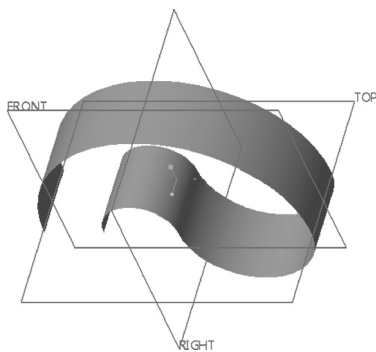

图 4-19 拉伸曲面
6) 在“拉伸”选项卡中单击 (特征预览) 按钮，并按〈Ctrl+D〉快捷键以默认的标准方向视角显示模型，经过校验的将要生成的拉伸曲面如图 4-19 所示。接着单击在操控板中出现的 (退出暂停模式，继续使用此工具) 按钮。